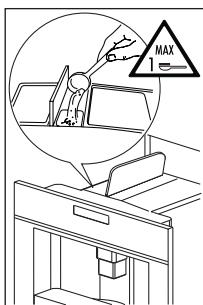

Abb. 26
- ▶ Klappen Sie den Deckel in der Mitte auf, geben Sie einen Messlöffel vorgemahlenen Kaffee in den Pulverschacht (Abb. 26),chieben Sie das Gerät zurück und gehen Sie wie im Abschnitt „KAFFEEBEREITUNG MIT KAFFEEOHNNEN“ erläutert vor.